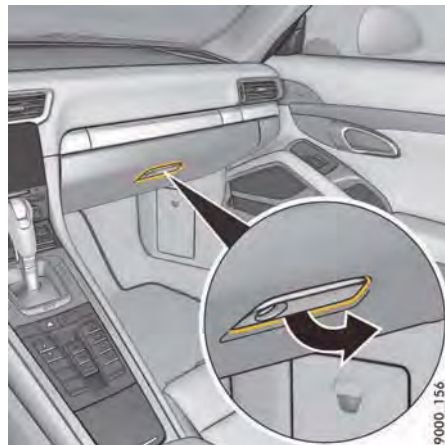

図198: グローブ・ボックスを開く
- ▶ ハンドル（図198）を引いて、リッドを開いてください。